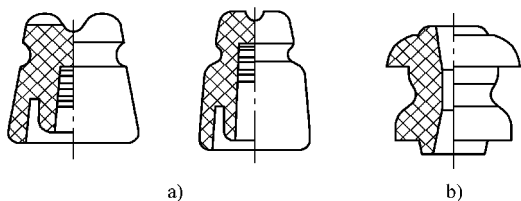
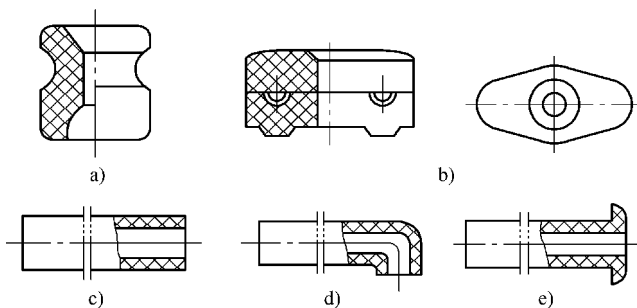

图 2-34 低压架空线路用绝缘子
图 2-35 低压室内线路用电瓷件
⑥ 电瓷件。用各种陶瓷材料制成的输配电用的绝缘子、绝缘套管、灯座、开关和插座等零件都是电瓷件。低压架空线路用的绝缘子有针式绝缘子和蝴蝶形绝缘子, 在电压为 500V 以下的交流和直流架空线路中作固定导线用, 见图 2-34。低压室内线路用的电瓷件有鼓形绝缘子、瓷夹板 and 瓷管。在电压为 500V 以下的交流和直流户内线路上作固定导线用, 见图 2-35。